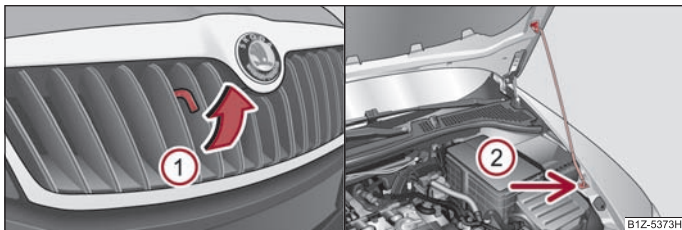

Abb. 13 Kühlergrill: Sicherungshebel / Sicherung der Motorraumklappe mit der Klappenstütze
- Ziehen Sie am Sicherungshebel in Pfeilrichtung ① ⇒ Abb. 13, die Motorraumklappe wird entriegelt.
- Nehmen Sie die Klappenstütze aus der Halterung und setzen Sie die Klappenstütze in die Öffnung ② ein.